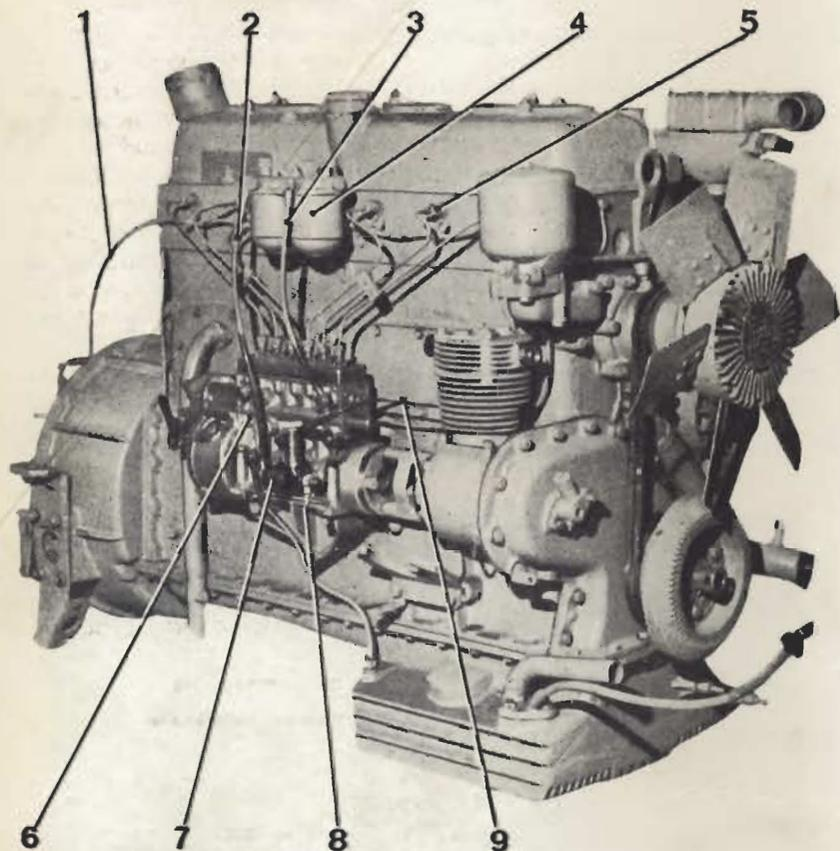

Fig. 3.1. - Circuito de alimentación y de inyección del combustible
3.3 BOMBA DE ALIMENTACIÓN Y BOMBA DE CEBADO (fig. 3.1)